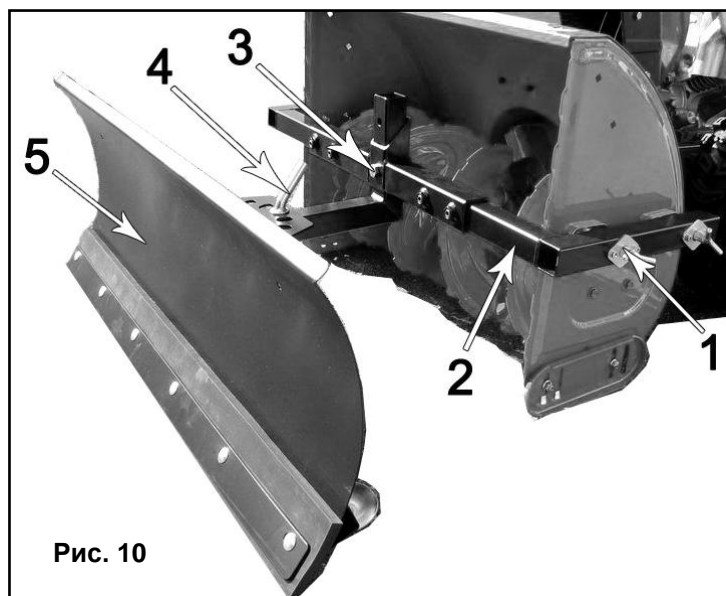

Рис. 10
- Для установки отвала, прикрепите к снегозаборнику опорный кронштейн (2)(См. Рис.10) при помощи 4-ех фиксаторов (1)(См. Рис.10).
- В посадочное гнездо (3)(См. Рис.10) установите балку отвала на нужном уровне высоты. Зафиксируйте положение винтом.
- Угол разворота отвала (5)(См. Рис.10) регулируется в одном из выбранных положений при помощи ручки-фиксатора (4)(См. Рис.10).
- Отвал (5)(См. Рис.10) имеет колеса на обратной стороне, для более удобного перемещения снегоборщника во время работы.